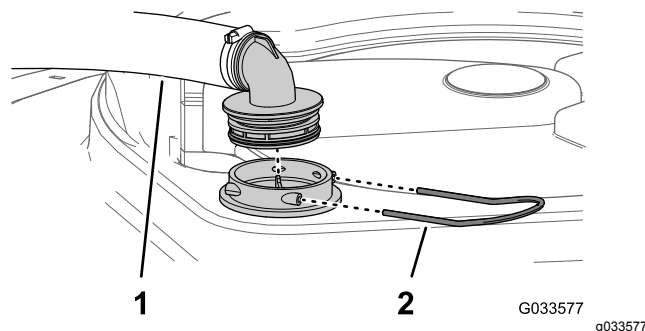

Figure 51
2. Au sommet de la cuve du pulvérisateur, retirez l'étrier de fixation qui fixe le raccord de flexible sur le grand flexible du logement du filtre (Figure 51).